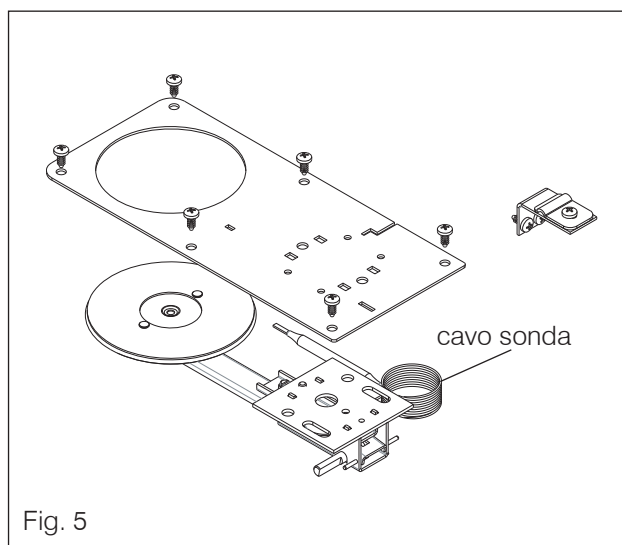

Fig. 5
- assemblare, nel caso non fosse già montata, la valvola termostatica con la sua piastra in dotazione (Fig. 5 - 6).